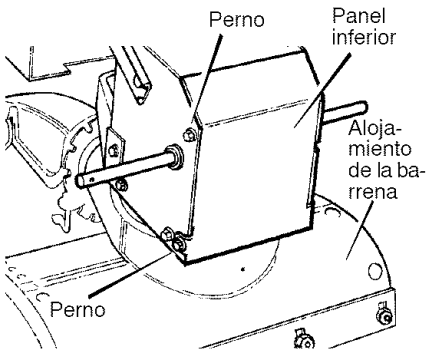

Figura 82
- Afloje los **pernos** a cada lado del **panel inferior** (Figura 82).
- Instale el **panel inferior** (Figura 82).
13. Instale el **panel inferior** (Figura 82).